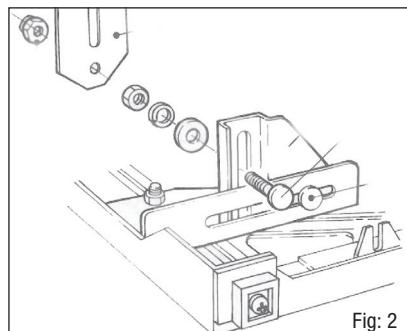

Fig: 2
NOTA: En la Fig. 2 se muestra el modo en que está ensamblado el soporte, pero la posición exacta se establece en los siguientes pasos.
2. Instale sin apretarlo demasiado el ensamble de perno de pivote, compuesto de un perno de carrocería de $\frac{1}{4}$ " x $\frac{3}{4}$ "(H), una arandela plana de $\frac{3}{4}$ " x 5/16" (M), una arandela muelle (K) y una tuerca de $\frac{1}{4}$ " (J), en la ranura del soporte de pivote (B) como se muestra en la Fig. 2.
NOTA: No instalar todavía la correa ranurada (C) y la tuerca Nyloc (L) que se muestran en la Fig. 2.
- Coloque la correa ranurada (C) en el perno de pivot, utilizando la tuerca Nyloc de $\frac{1}{4}$ " (L), como se muestra en la Fig. 2. Apriete la tuerca de modo que la correa quede bien sujetada, pero todavía pueda pivotar libremente.